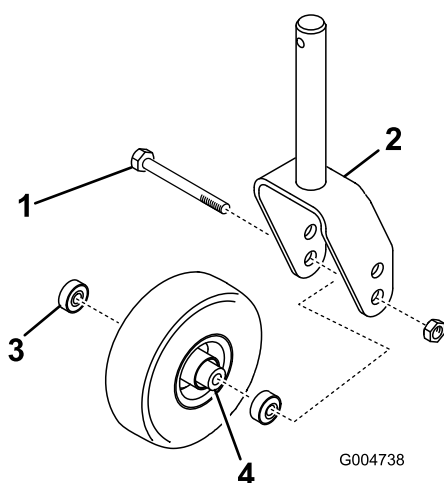

Figure 23
- Enlevez le contre-écrou du boulon qui fixe la roue pivotante à la chape (Figure 23). Maintenez la roue pivotante et sortez le boulon de la fourche ou du bras pivotant.
- Enlevez le roulement du moyeu de la roue et laissez tomber la douille d'écartement à l'extérieur (Figure 23). Enlevez le roulement de l'autre côté du moyeu.